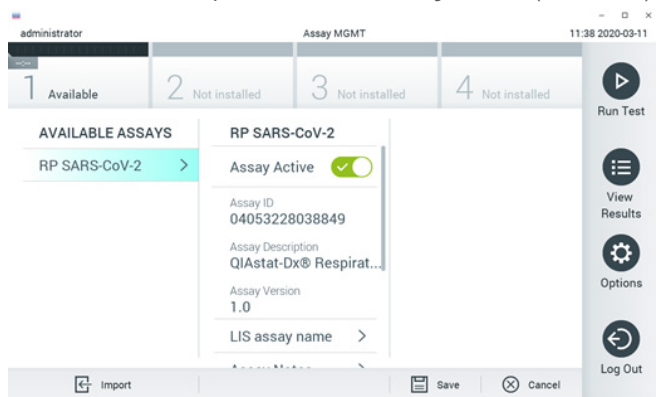

Figura 90. Activarea testului.
7. Testul devine activ prin selectarea **Assay Active** (Test activ) (Figura 90).